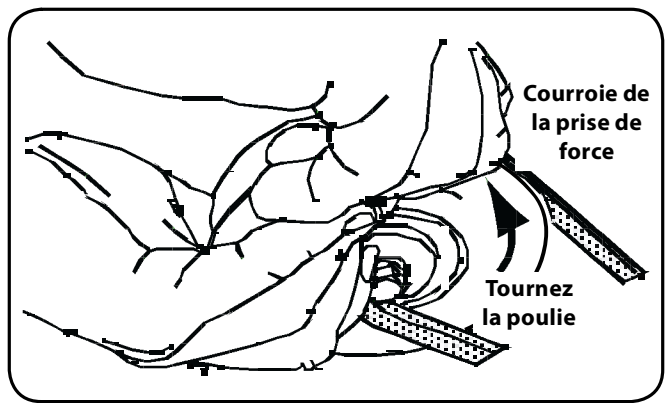

Figure 7-8
10. Installez la courroie sur la poulie motrice. Voir la Figure 7-8.